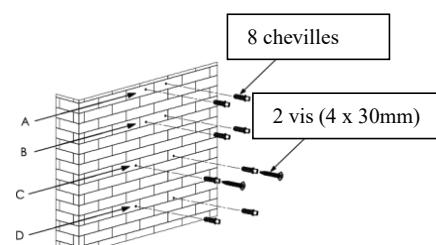

Fig. 2
4. Percez à la hauteur recommandée huit trous d'un diamètre de 8 mm. La position A sert au montage de la plaque II et de l'intérieur du puits. La position B sert au montage de la plaque I et du puits (intérieur et extérieur). La position C sert à l'installation de la hotte aspirante au mur. La hotte aspirante est également fixée à la position D à l'aide de vis de sécurité pour davantage de sécurité. A l'aide des vis fournies (4 x 30 mm) et des chevilles, fixez la hotte aspirante à la position C (voir fig. 2).